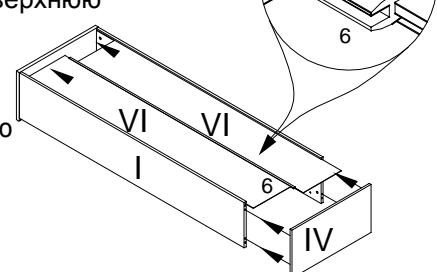

Рис.4
Затем каркас шкафа положить на лицевую сторону. Установить стенки задние (VI) в паз, соединив их между собой соединительным профилем (6), и установить полку нижнюю (IV) (см.рис.4).